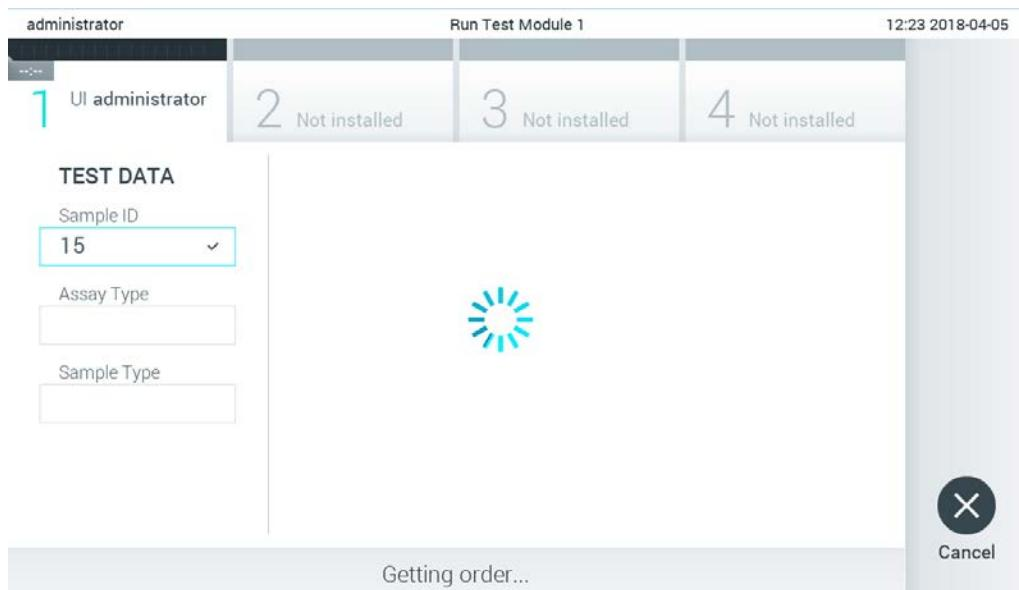

Figura 76. Afisaj in timpul regasirii comenzii de testare.
3. ID-ul probei va fi trimis către gazdă și, în timp ce QIAstat-Dx Analyzer 1.0 așteaptă o comandă de testare, se afișează mesajul „Getting order...” („Se obține comanda...”) (Figura 76).